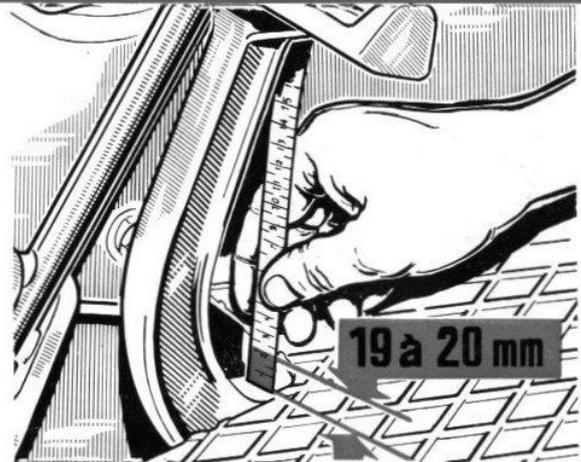

FIG. 93
- Réglage de l'embrayage (fig. 93). vous pouvez contrôler si cette garde est encore suffisante en procédant ainsi :